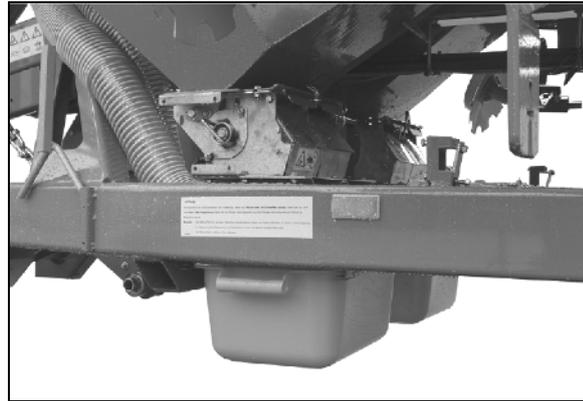

Fig. 63
3. Poussez l'auget d'étalonnage (Fig. 63) sur le support. Fixez un auget d'étalonnage sous chaque organe de dosage.